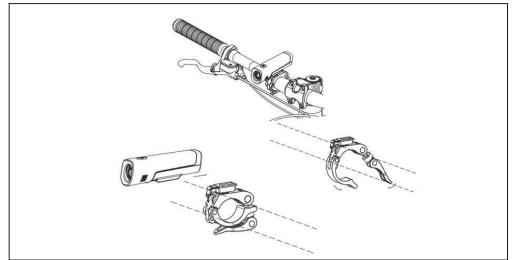

Figura 9-1
- Monte la luz delantera en el manillar, como se muestra en [Figura 9-1].